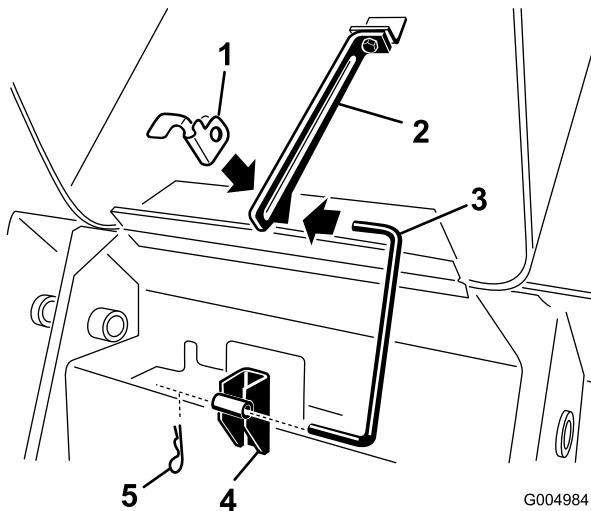

Bild 41
3. Ziehen Sie den Splint vom unteren Ende der Motorhauben-Stützstange und schieben Sie die Stützstange aus den Befestigungshalterungen (Bild 41).
7. Setzen Sie die Stützstange in die Befestigungshalterungen und befestigen sie diese mit dem Splint (Bild 41).